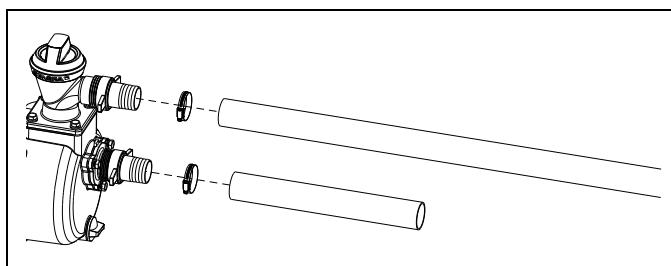

Figura 4-7. Conexión de las mangueras
3. Conecte la manguera de aspiración verde en la brida color verde deslizando la manguera sobre la punta de manguera y fijándola con una abrazadera de manguera (Figura 4-7.).